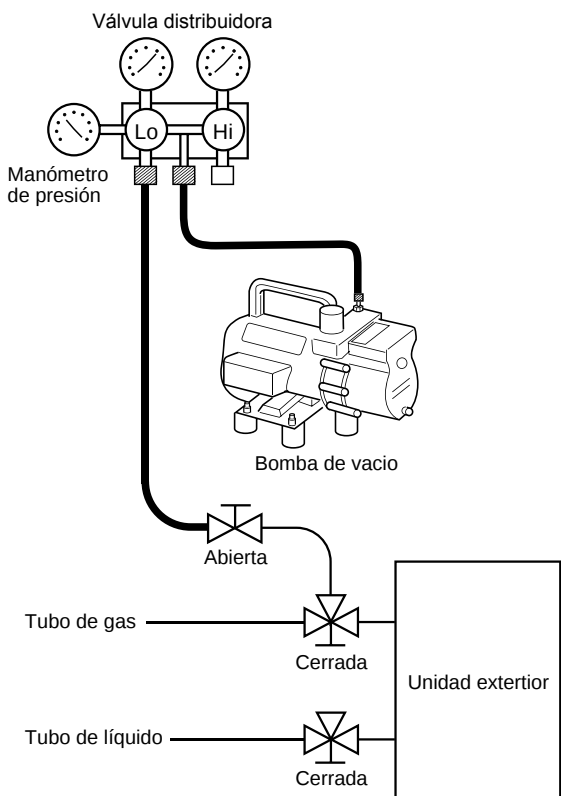

Fig. 8-4
- (1) Fije el extremo de la manguera de carga descrita en los pasos anteriores a la bomba de vacío para evacuar las tuberías y la unidad interior. Confirme que la perilla "Lo" de la válvula distribuidora esté abierta. Después, ponga en funcionamiento la bomba de vacío.
- (2) Cuando se alcance el vacío deseado, cierre la perilla "Lo" de la válvula distribuidora y pare la bomba de vacío. Confirme que el manómetro de presión indique menos de -101 kPa (-755 mmHg , 5 Torr) después de 4 a 5 minutos de funcionamiento de la bomba de vacío. (Fig. 8-4)